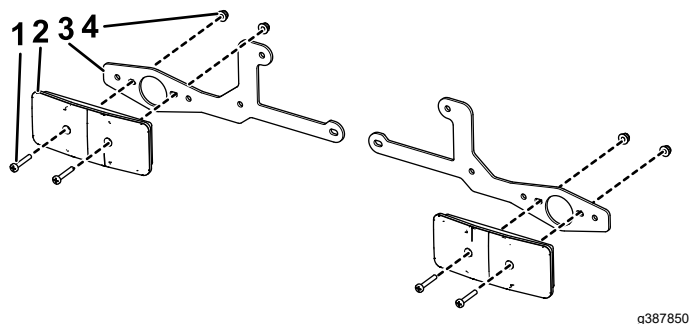

図 3
1. 方向指示器ブラケットに方向指示ランプを取り付ける各ランプにプラスねじ#10 x 1 1/4"2本、ロックナット#102個を使用する。図 3で正しい取り付け向きを確認すること。